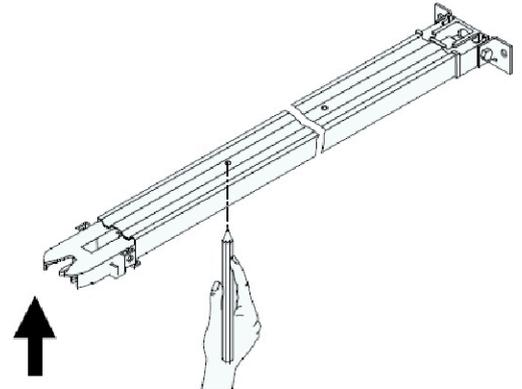
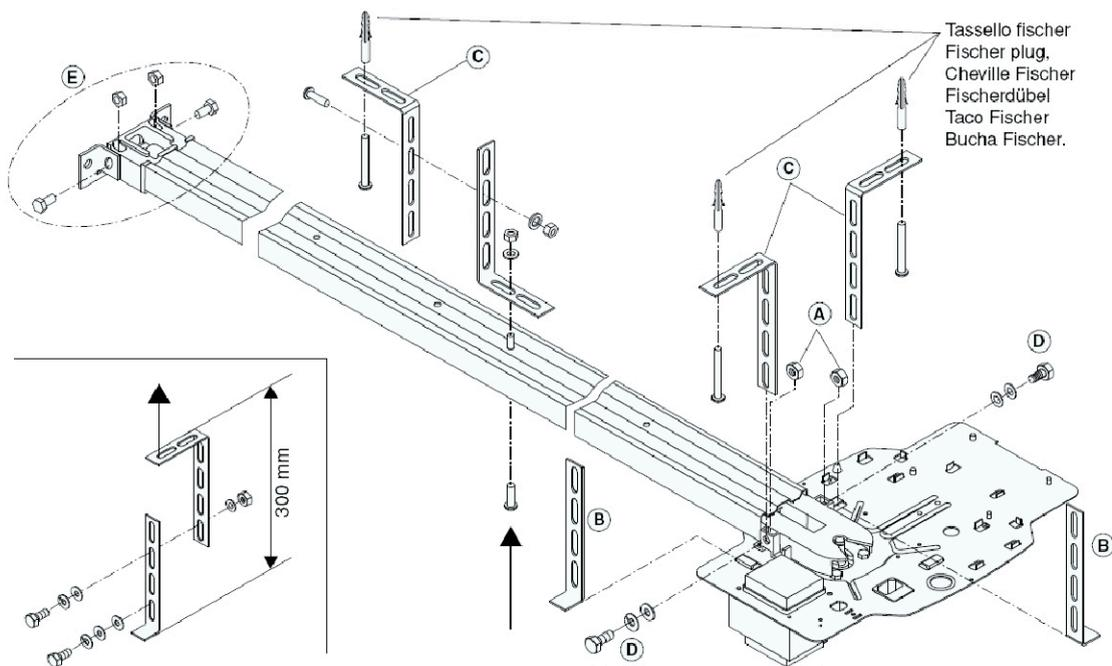

рис. 7
рис. 12
- Чтобы установить рейку правильно, отметьте среднюю линию ворот. Расположите рейку на потолке и отметьте места для отверстий, как показано на рис. 7.
- Если голова будет повернута на 90 градусов относительно рейки, используйте размеры рис. 10А для отверстия в корпусе. См. рис. 7 для крепления рейки к потолку и рис.12 , если ниже потолка.